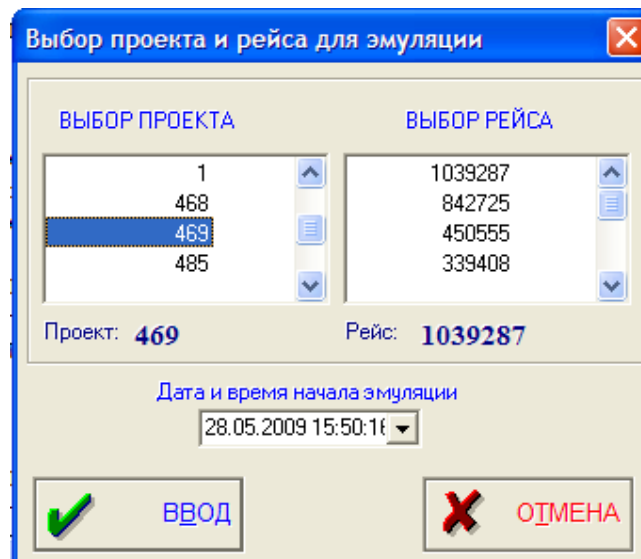

Рис. 14. Окно выбора проекта
- После выбора вспомогательного сервера данных появляется панель выбора рейса и проекта, данные из которого будут использоваться для эмуляции. Выбор проекта осуществляется в специальном выпадающем окне (рисунок 14).